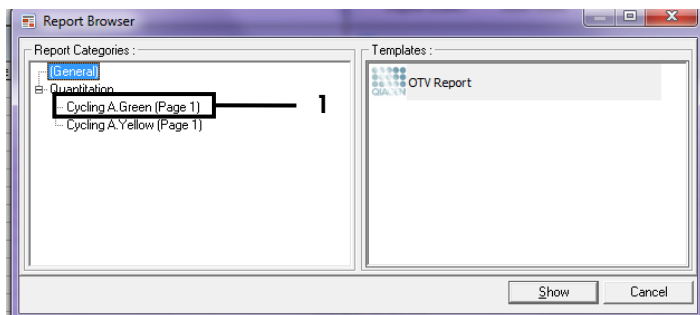

Figura 37. Navegador de relatórios [1 = “Cycling A. Green (Page 1)” (Ciclagem A. Verde) (Página 1)].
10.No navegador de relatórios, clique em “Cycling A. Green (Page 1)” (Ciclagem A. Verde) (Página 1) em “Report Categories” (Categorias de relatórios) (Figura 37).